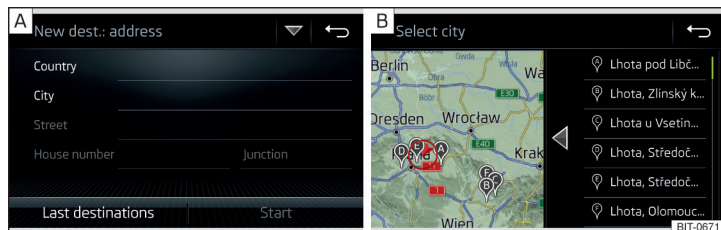

Fig. 201 Introducerea destinației prin intermediul adresei: Meniul principal/lista localităților căutate
- Dacă nu se afișează meniul pentru introducerea destinației prin intermediul adresei » fig. 201 - [A], atingeți suprafața de comandă funcții  /  → **Adresă**.
Există posibilitatea ca în timpul introducerii numelui unei localități, să fie afișată automat o hartă cu o listă cuprinzând localități cu același nume » fig. 201 - [B].